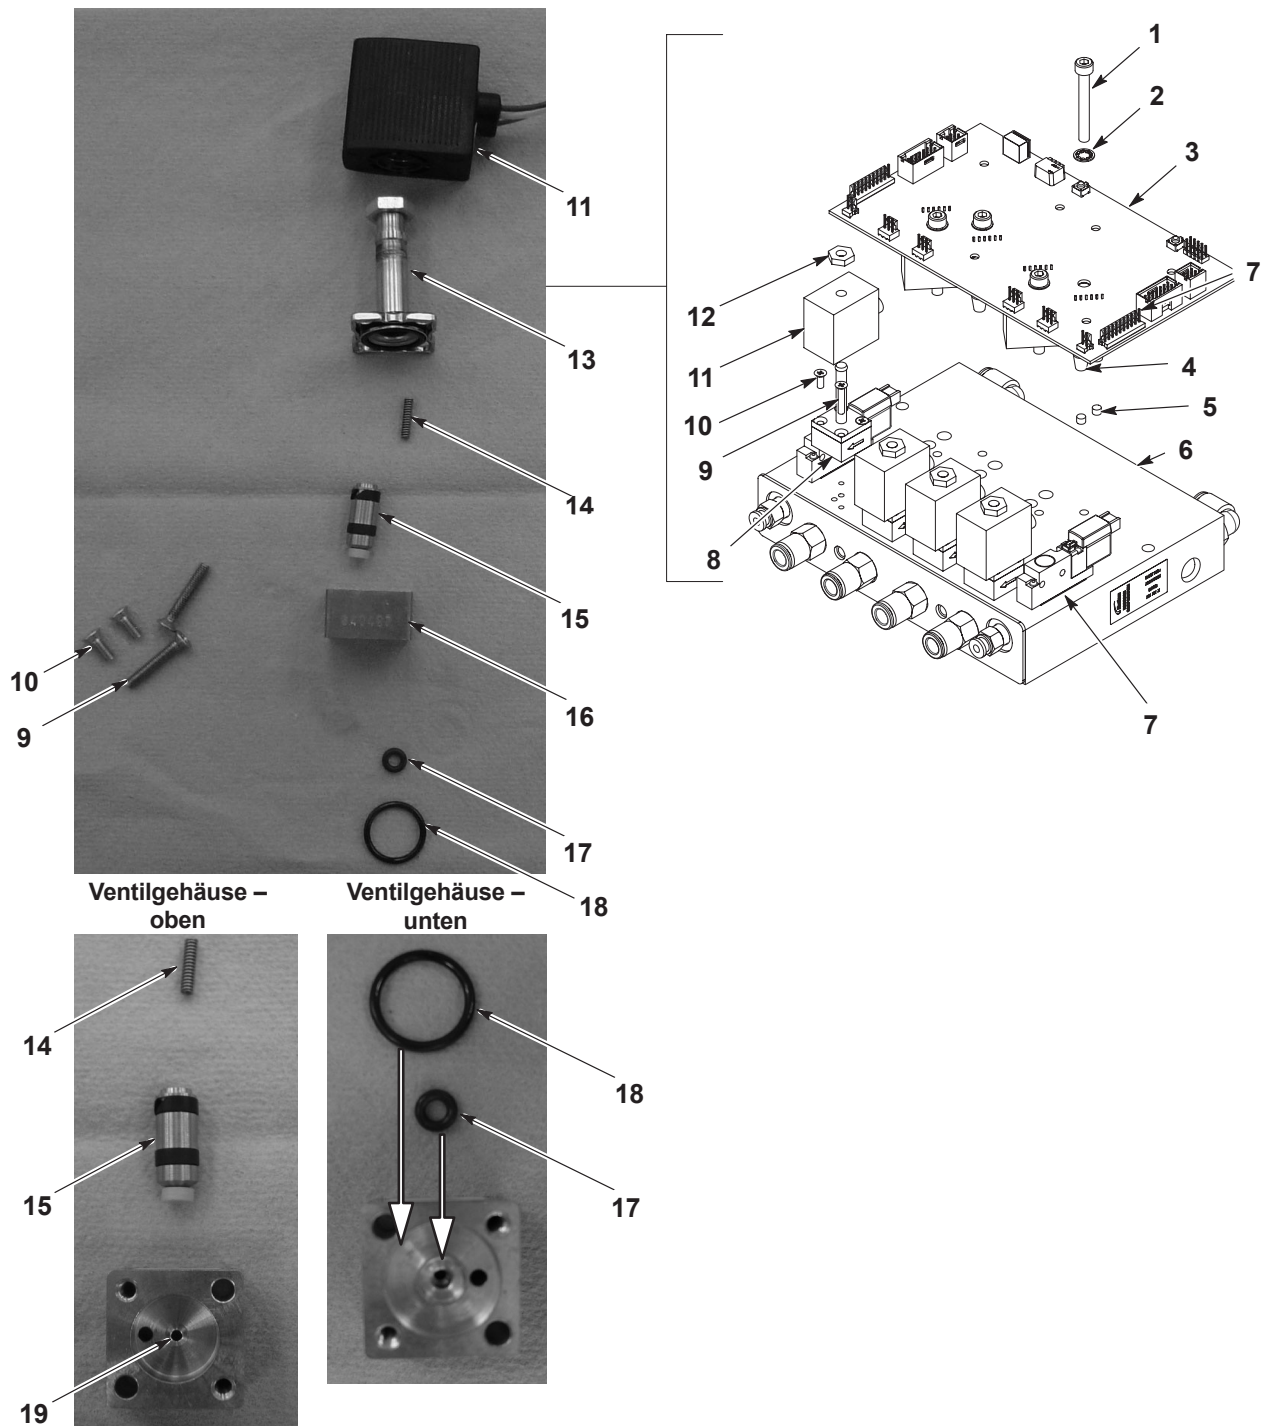

Abbildung 6-5 Reinigen und Reparieren des iFlow Moduls
Siehe Abbildung 6-5. Zufuhr von verunreinigter Luft kann zu Fehlfunktionen des Proportionalventils (8) führen. Zum Zerlegen und Reinigen des Ventils die nachstehenden Anweisungen befolgen.
1. Spulenkabel (11) von der Platine (3) trennen. Mutter (12) und Spule vom Proportionalventil (8) abnehmen.
2. Die zwei langen Schrauben (9) abnehmen, um das Proportionalventil vom Verteiler abzunehmen.
3. Die beiden kurzen Schrauben (10) entfernen, dann den Ventilschaft (13) aus dem Ventilgehäuse (16) entfernen.
4. Ventilpatrone (15) und Feder (14) vom Ventilschaft abnehmen.
Siehe Abbildung 6-5. Zum Abnehmen der Magnetventile (7) für Applikatorluft die zwei Schrauben im Ventilgehäuse abnehmen und das Ventil vom Verteiler abheben.
Siehe Abbildung 6-5.